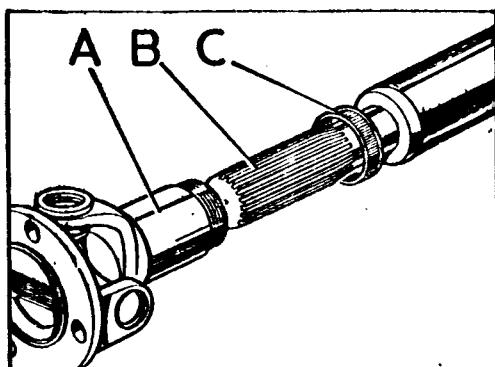

Fig. D-7 Junta cardán del árbol de transmisión
- 1.1. Desenroscar la tapa-guardapolvo, C (Fig. D-7), y se separará del árbol, B, el manguito, A.